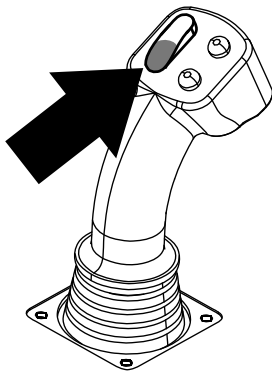
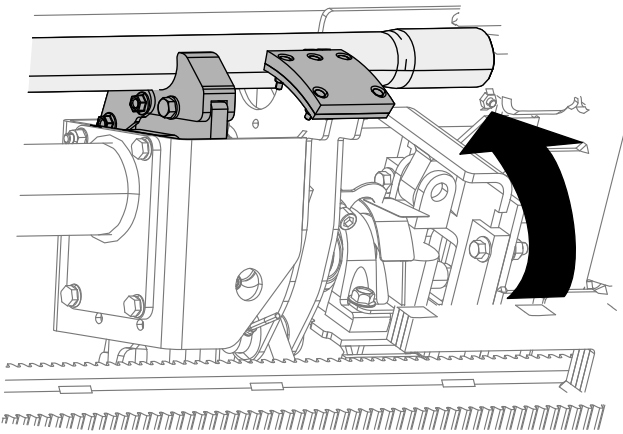

Рисунок 17
Рисунок 18
9. Удерживайте нижнюю часть перекидного переключателя (**Рисунок 17**) до тех пор, пока кулачковый механизм не повернется к выбранному ряду под ящиком для труб (**Рисунок 18**).